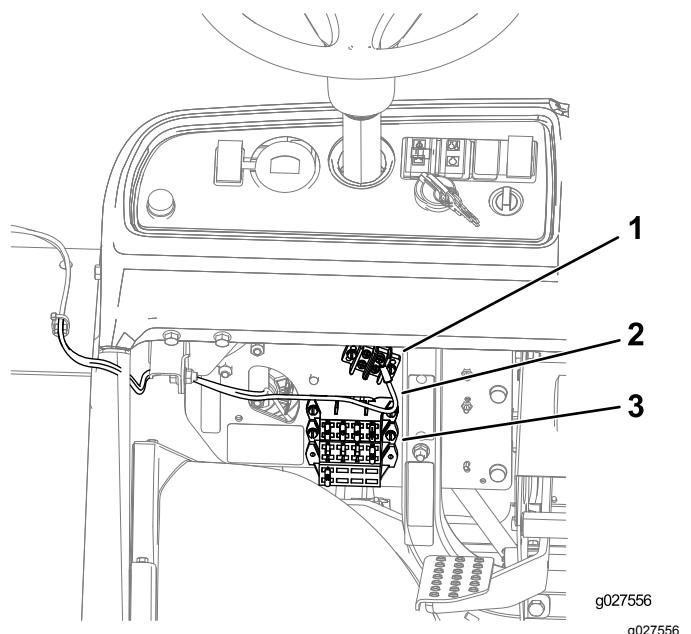

Figure 13
2. Pour les Workman MD/MDX/MDXD : Reliez la cosse en anneau du faisceau au bloc de mise à la masse et insérez le connecteur du porte-fusibles dans une connexion libre (Figure 13).